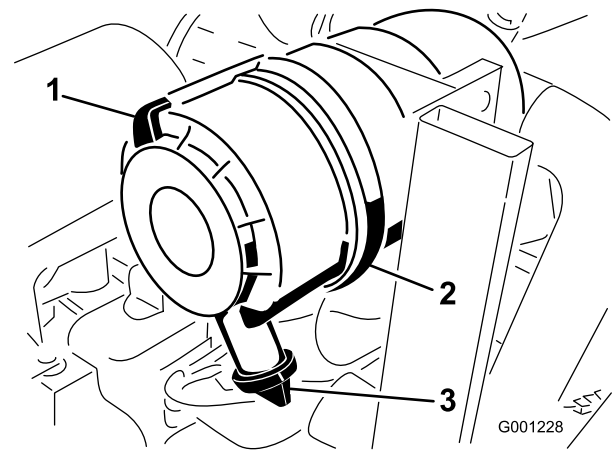

Figure 47
1. Tirez le verrou vers l'extérieur et tournez le couvercle du filtre à air dans le sens antihoraire (Figure 47).
2. Déposez le couvercle du corps du filtre à air (Figure 47).
8. Montez le couvercle en dirigeant la valve de sortie en caoutchouc vers le bas, entre 5:00 et 7:00 heures environ vu de l'extrémité (Figure 47).